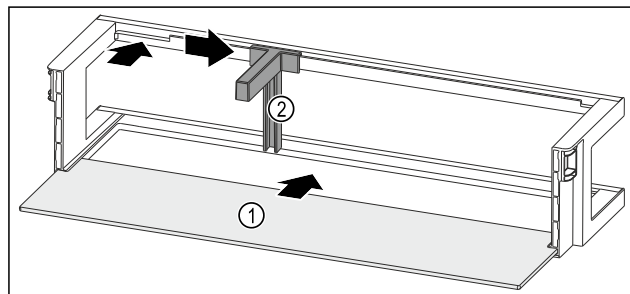

Fig. 51 Odkladací priestor vo dverách s odkladacou plochou
- Zasuňte odkladaciu plochu Fig. 51 (1) do bočných vybraní.
- Vložte držiak fliaš Fig. 51 (2) do vybrania.
- Potlačte držiak fliaš Fig. 51 (2) v požadovanej polohe do strany.